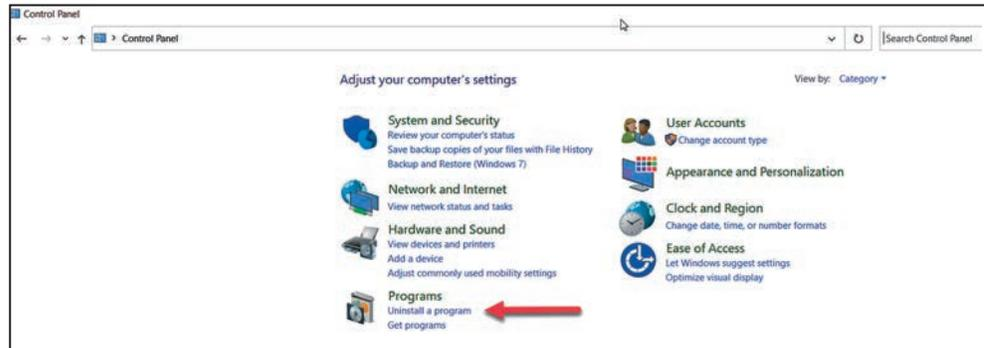

Figura 37. La ventana de diálogo Panel de Control.
PASO 3. En la ventana de diálogo Panel de Control, seleccione “Programas”. Ver Figura 37.